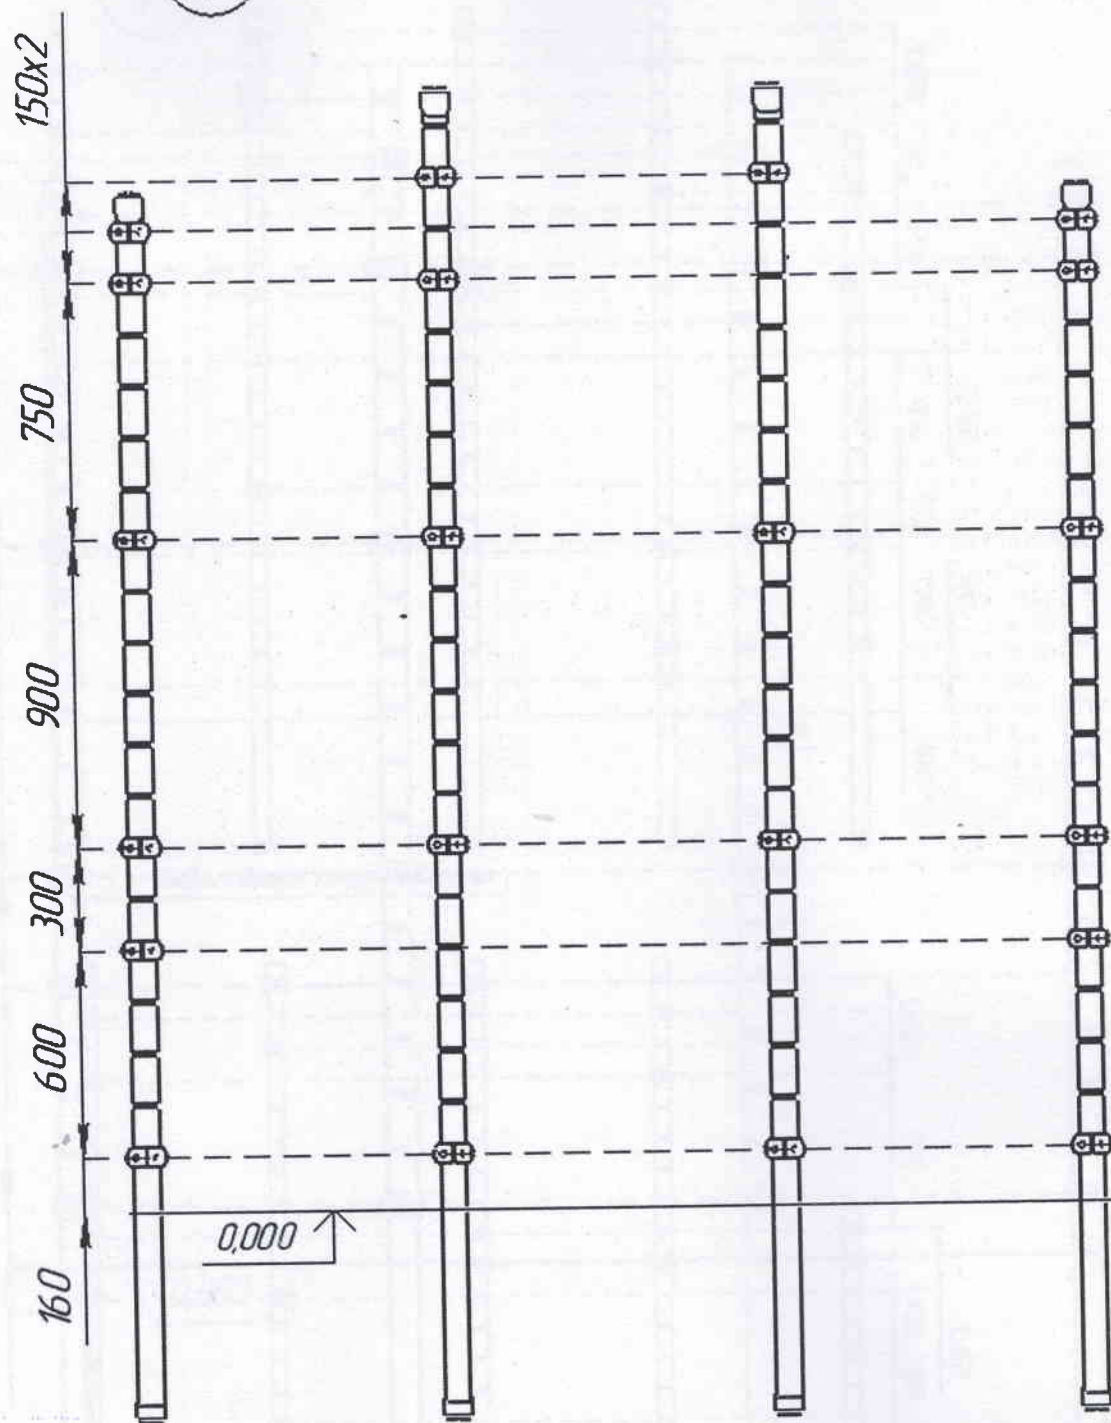

Рис. 4
12.3.11 На установленные стойки (на их соответствующих кольцевых канавках) закрепить обоймы (см. рис.4).